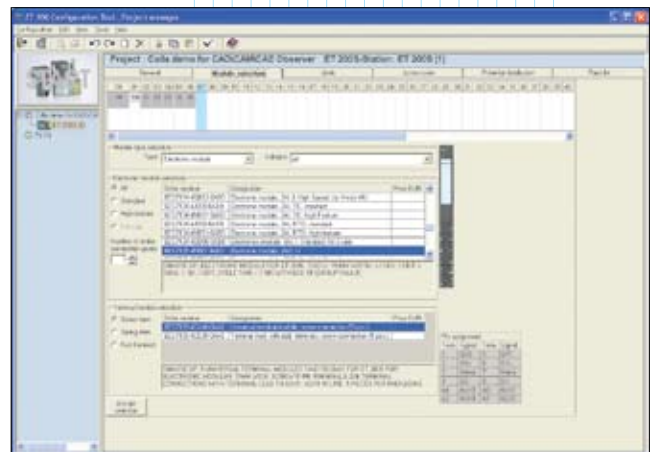

Рис. 2. Набор компонентов осуществляется выбором из списка в программе *Simatic ET 200 configuration tool*
- 1) Создаем набор из PLC-компонентов *Simatic ET200*, используя программу от *Siemens* (рис. 2).